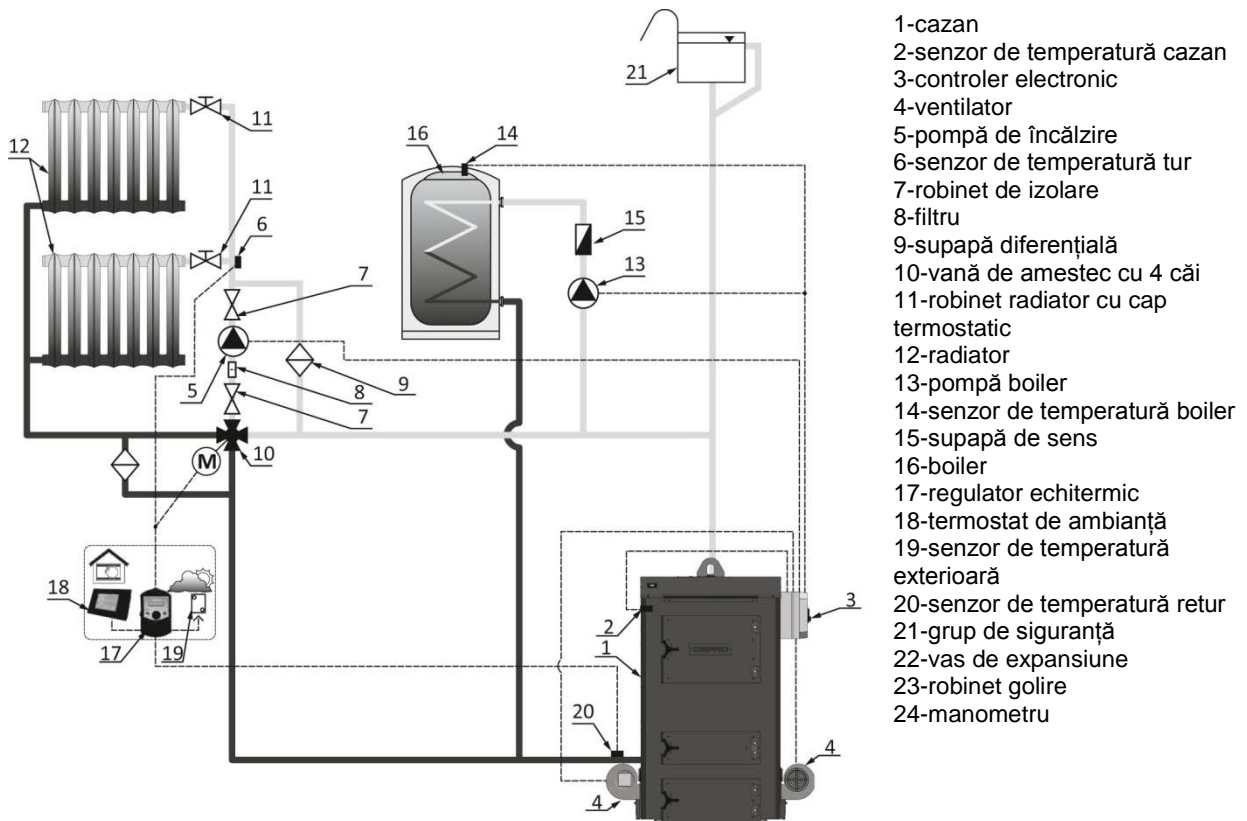

Fig. 12. Exemplu de instalație cu vas de expansiune deschis, protecție retur asigurată de o vană cu 4 căi și regulator echitermic
- vană cu patru căi (fig. 12, 13).